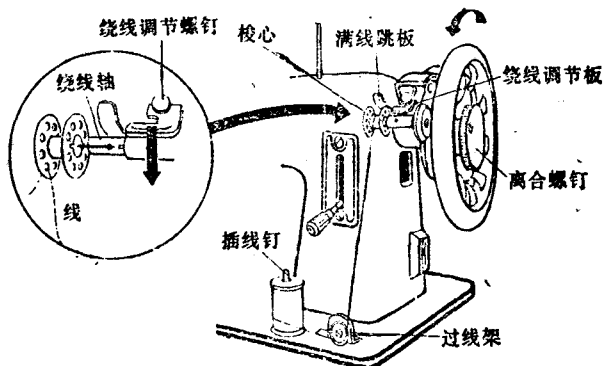

图 1-6 梭心绕线
4. 把梭心套在绕线器的绕线轴上,使梭心中心孔边缘上的小缺口卡在绕线轴的小销钉上。见图 1-6。